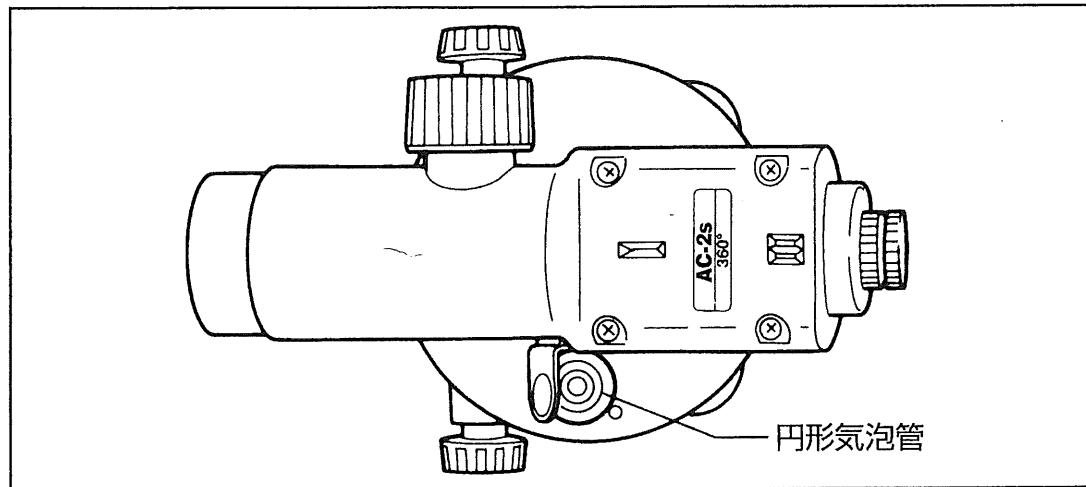

図 5
- 1 整準ねじを用いて、円形気泡管の気泡が、できるだけ薄茶色の輪の中央に来るよう機械をセットします。(図 5)